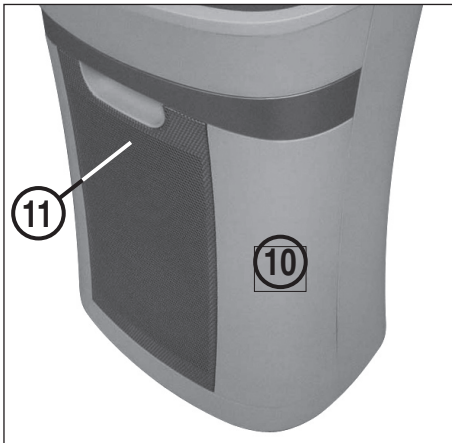

Fig. 3
- 10 = Contenitore di raccolta (Fig. 3)**
- 11 = Controllo dell'indicatore di livello (Fig. 3)**
SVUOTAMENTO DEL CONTENITORE DI RACCOLTA (Fig. 3)
Se il materiale da trinciare risulta visibile nella finestra di controllo dell'indicatore di livello (11) (Fig. 3), il contenitore di raccolta (10) deve essere svuotato.